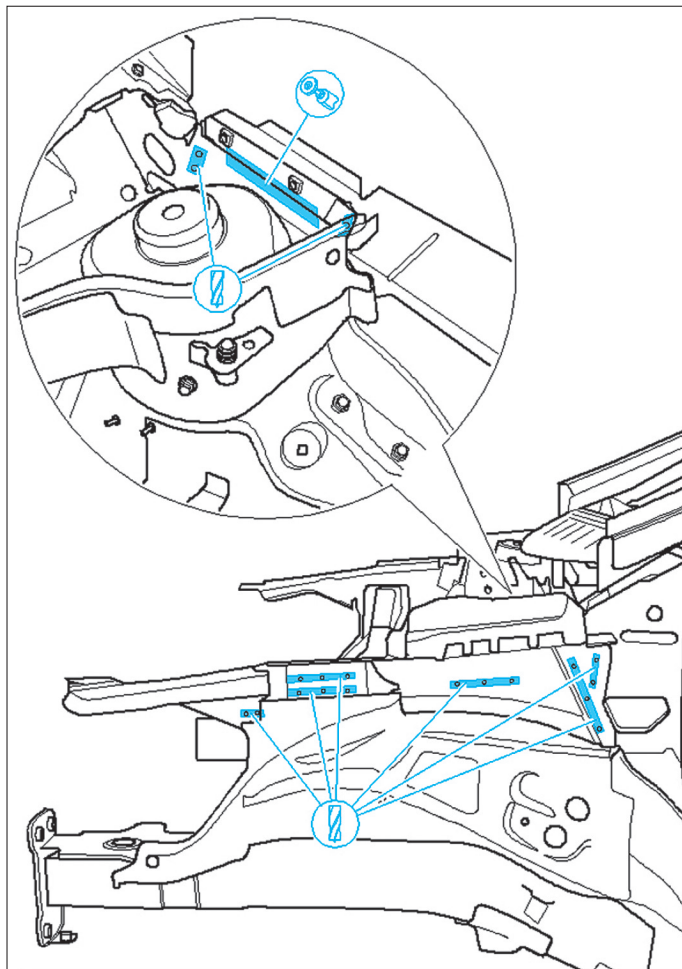

FIG. 21
- Meuler et percer les soudures de la partie supérieure du longeron (Fig.21).